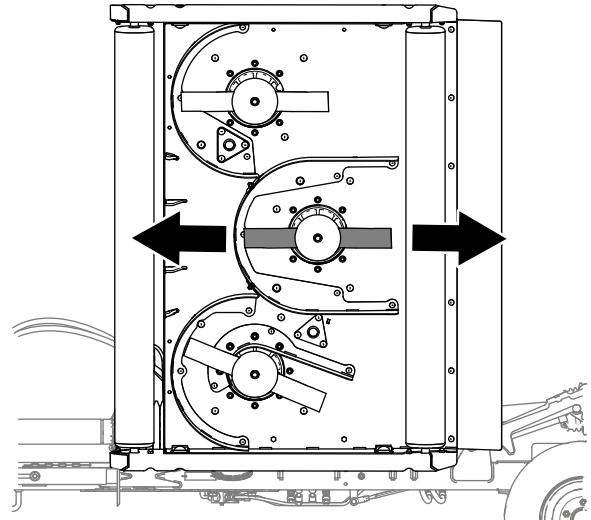

Figure 78
- Pour chaque plateau de coupe dont vous réglez l'inclinaison, placez la lame centrale comme montré à la Figure 78.